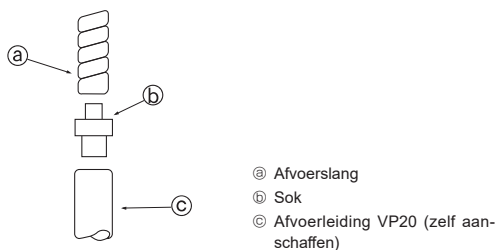

Fig. 5-1
5.1. Afvoerleidingen (Fig. 5-1)
- Gebruik, voor de aansluiting op de VP20, de sok ②. Bevestig de sok aan de leiding met een PVC-lijm, zodat deze niet kan lekken.